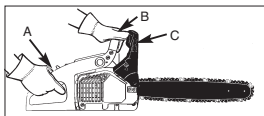

Fig. 11
**TESTEN SIE DIE KETTENBREMSE WIE FOLGT (Abb.11):**
3. Ergreifen Sie den hinteren Griff (A) mit der rechten Hand.
4. Mit der linken Hand halten Sie den vorderen Griff (B) fest [nicht den Kettenbremshebel (C)].
5. Drücken Sie den Gashebel auf 1/3 Geschwindigkeit und aktivieren Sie dann sofort mit dem Daumen der linken Hand den Kettenbremshebel (C).